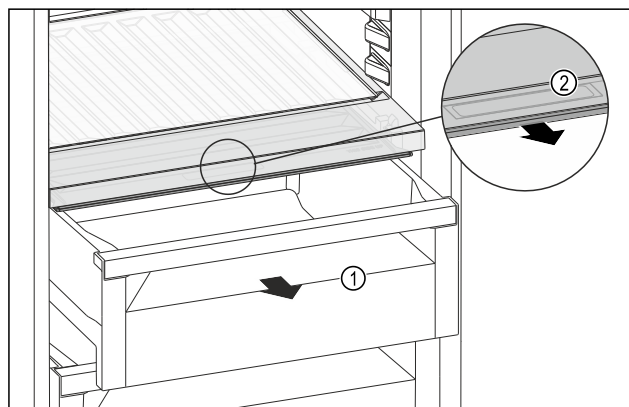

Fig. 156
- ▶ Dra ut utdragslådan Fig. 156 (1).
- ▶ Ta tag i fördjupningen Fig. 156 (2) på facklocket och dra samtidigt facklocket framåt.